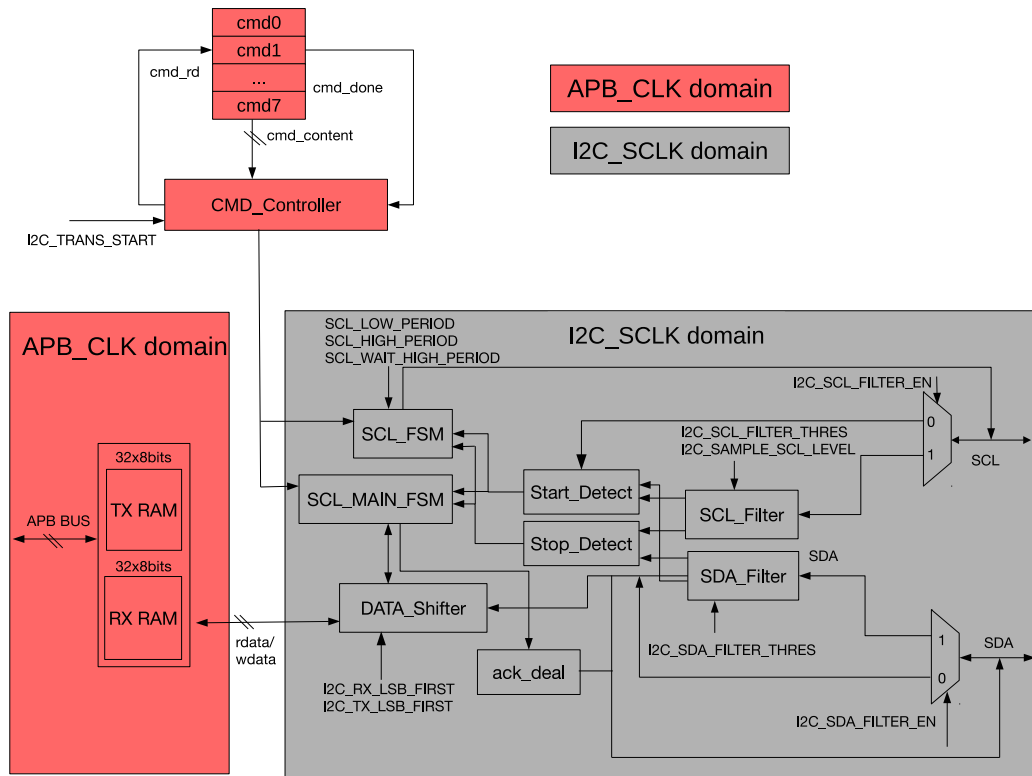
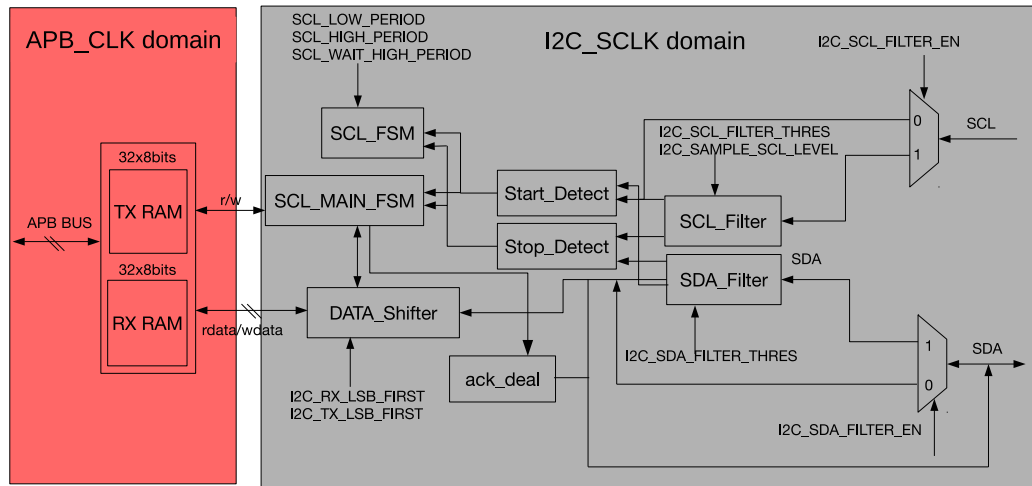
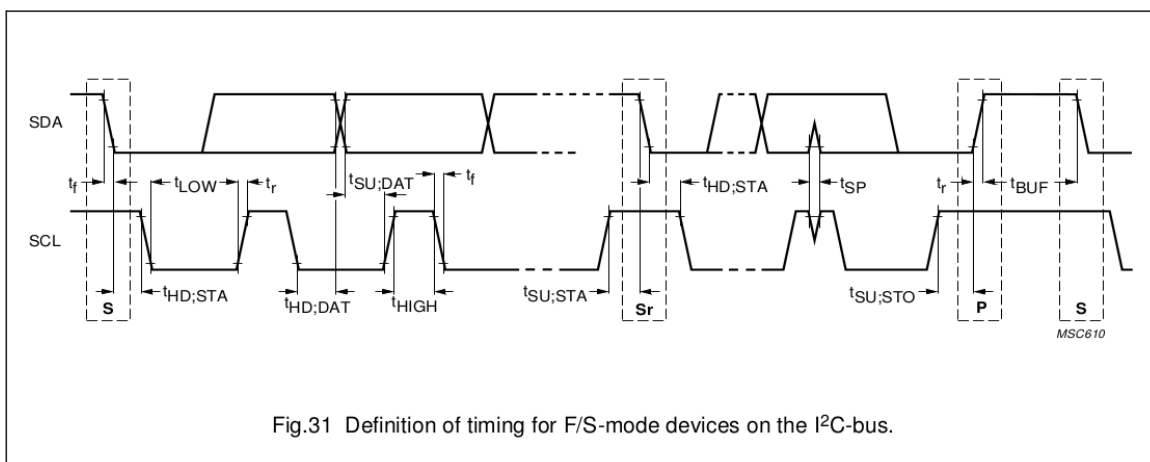

图 27-1. I2C 主机基本架构
图 27-2. I2C 从机基本架构
图 27-3. I2C 协议时序 (引自 The I2C-bus specification Version 2.1 Fig.31)
I2C 控制器可以工作于主机模式或者从机模式，`I2C_MS_MODE` 寄存器用于模式选择。图 27-1 为 I2C 主机基本架构图，图 27-2 为 I2C 从机基本架构图。I2C 控制器内部包括的模块主要有：
- 命令控制器 CMD_Controller： 产生 (R)START、STOP、WRITE、READ 和 END 指令
- SCL 时钟控制器 SCL_FSM： 用来产生满足 I2C 协议的 SCL 时钟。图 27-3 和图 27-1 是 I2C 协议的时序图和对应的参数表。